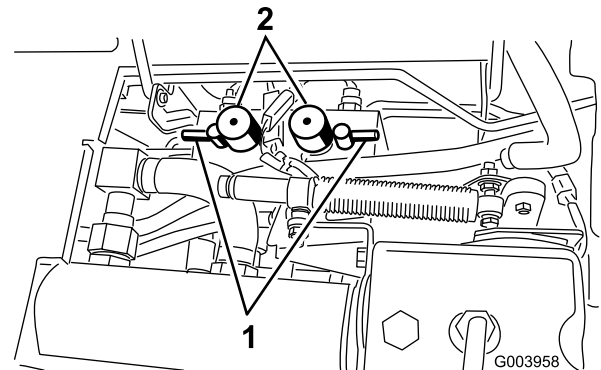

図 85
5. 両方のリール速度セレクタを 1 にセットする (図 85)。
- バックラップスイッチで前のカッティングユニット又は後ろのカッティングユニット、あるいは両方を選択する（図 85）。